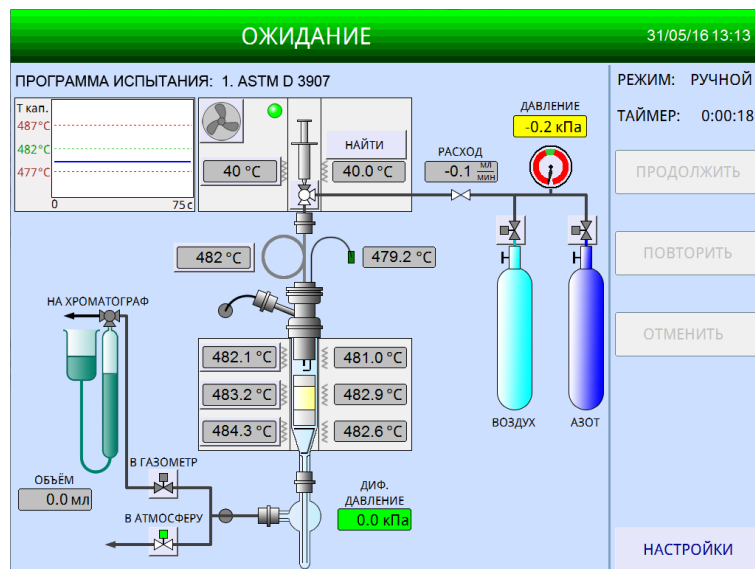

Рисунок 7 – Установка в ручном режиме
3.3.5 Если установка работает в ручном режиме работы, нагреватели не будут включены автоматически, в строке состояния выводится статус **«ОЖИДАНИЕ»** (рисунок 7, страница 9).